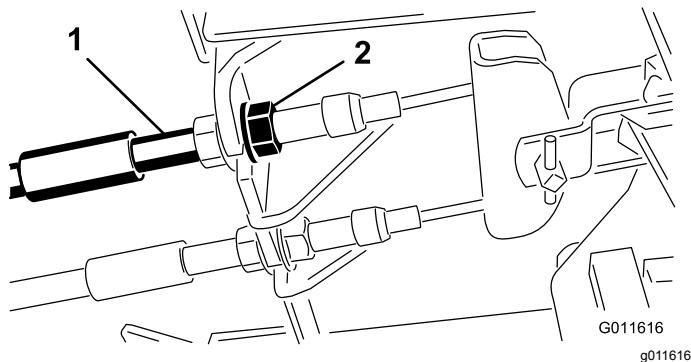

Bild 97
1. Ziehen Sie zum Reduzieren des Spiels der Bremspedale die Bremsen fester – lockern Sie dazu die vordere Mutter am Gewindeende des Bremszugs (Bild 97).